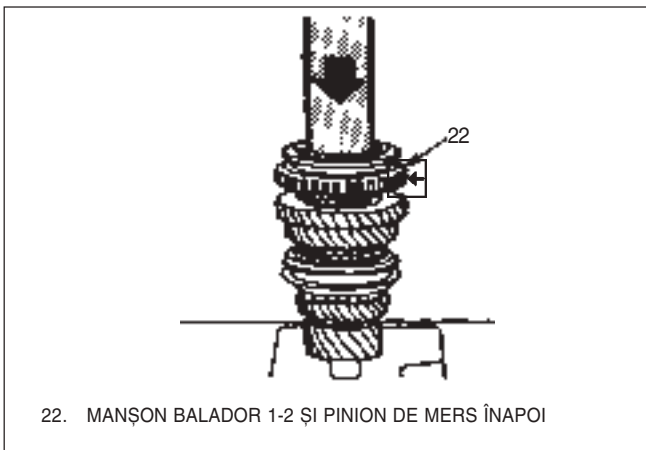

Fig. 55 Ansamblu sincronizator 1-2
13) Ansamblu sincronizator 1-2(25, 23, 24). Se fixează cu șaiba(93) și siguranța(26), Fig 55.
- 14) Pinion viteza 1-a(28), colivie cu ace(82) și inel sincronizator 1-2(27)pe arbore(83). Pinionul(28) se montează ultimul.